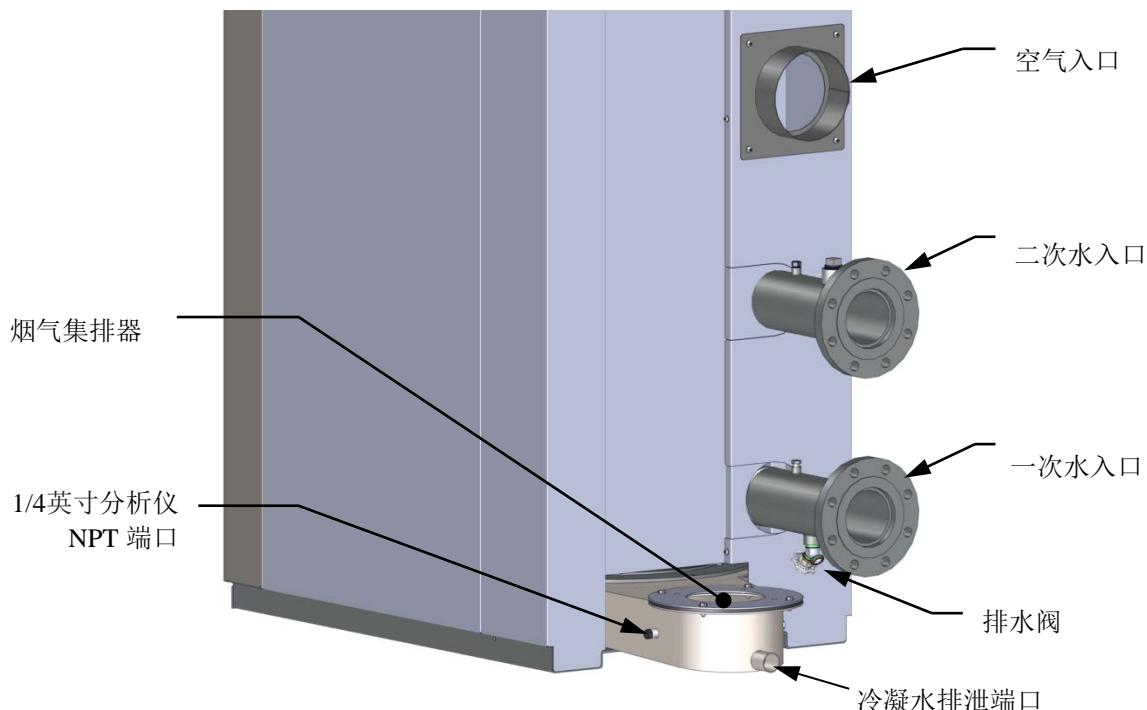
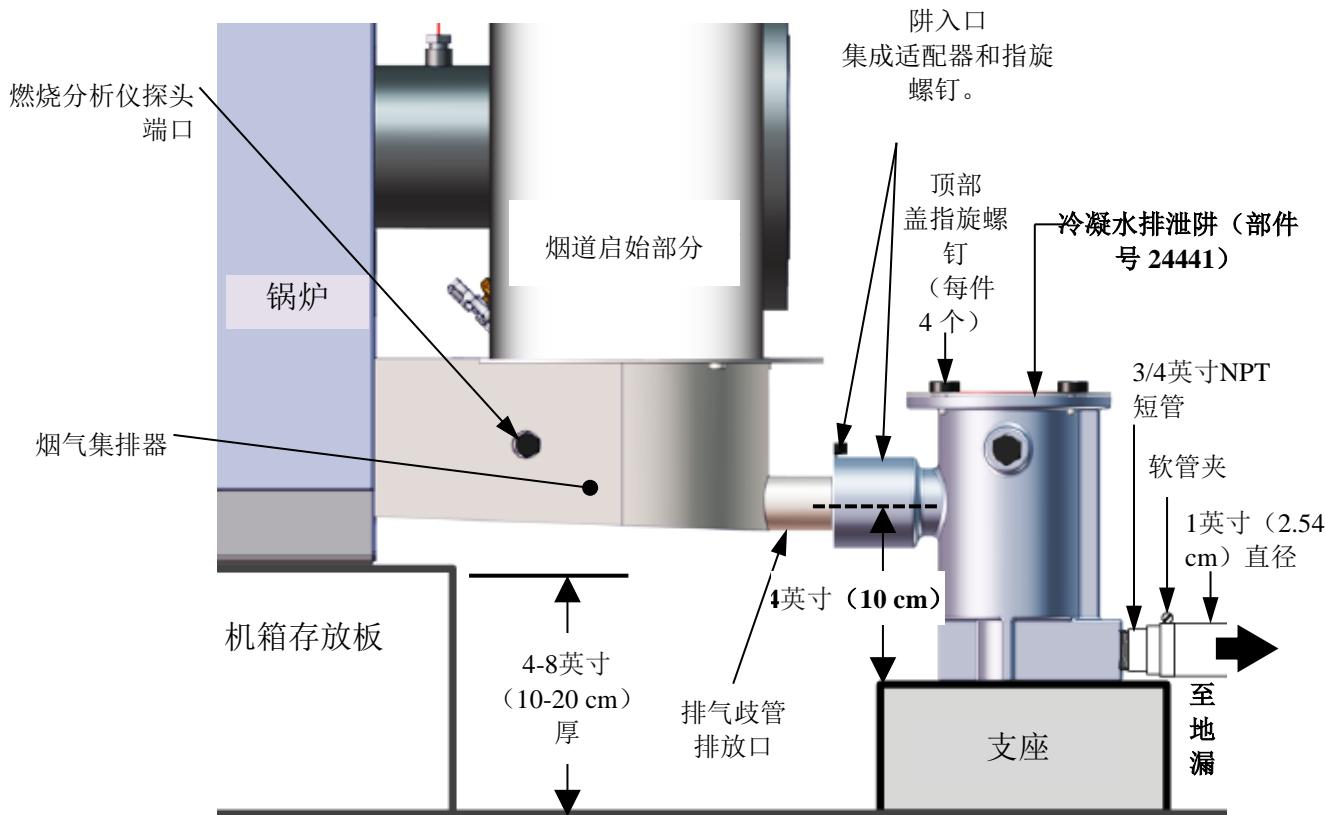

图 2-5：冷凝水排放连接位置
图 2-6：冷凝水阱安装示例（右视图）
位于排气歧管（图 2-5）上的此冷凝水排放口必须连接到单独包装并与设备一起装运的冷凝水阱（部件号 **24441**）。冷凝水阱入口有两个集成的 O 形圈和一个指旋螺钉，以允许排放口直接连接到冷凝水阱入口。参见下一页上的冷凝水阱安装说明和图 2-6。
冷凝水阱安装举例如图 2-6 所示。必须遵守以下一般原则，以确保正常的冷凝水排放：
- 冷凝水阱入口（图 2-6）必须与烟气集排器冷凝水排放口平齐。
1. 将烟气集排器冷凝水排放口直接插到冷凝水排泄阱入口，然后上紧入口拇指螺钉，以将冷凝水阱入口连接到排气歧管冷凝排放口上。如图 2-6 所示。入口有两个集成 O 形圈，以防止泄漏。
对冷凝水排放管使用 PVC、不锈钢、铝或聚丙烯（图 2-6）。**切勿**使用碳或铜组件。